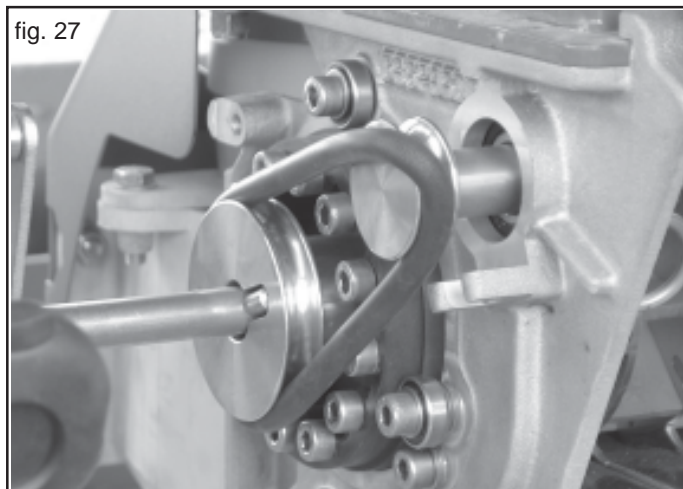

fig. 27
- Zum Abschalten der Rührwelle den Rundriemen über die Kante der Antriebsscheibe heben und auf der Gegenseite das Dosierrad leicht in Förderichtung drehen. Der Riemen springt ab (Abb. 27). (Zum Auflegen des Riemens siehe Abschnitt Dosierrad.)
**Rot:** 5-teilig, 8 Kammern pro Rad, 2-fach versetzt (mod. G1000) (A, Abb. 27).